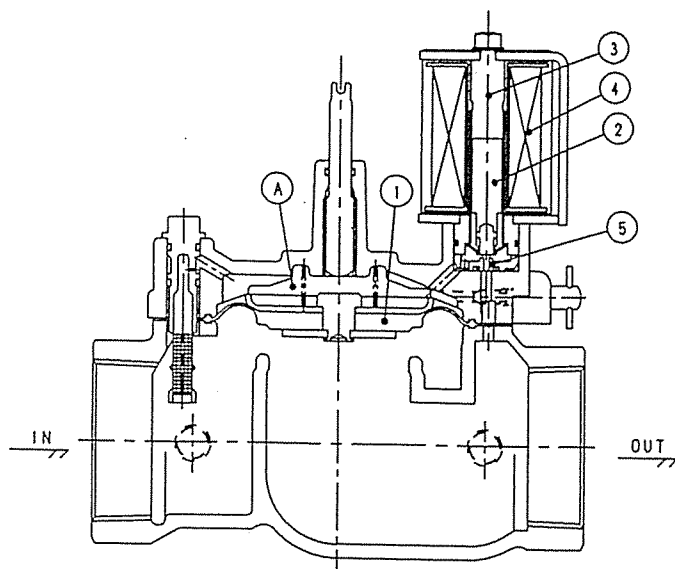

図19
コイル④に通電するとプランジャ②がコアー組立③に吸着しダイヤフラム組立上部①の流体がパイロット弁座⑤を通りOUT側へ流れます。この瞬間①の圧力はIN側圧力より低くなり、圧力差が生じます。この圧力差によりダイヤフラム組立①が上昇し、通水状態になります。(図19参照)